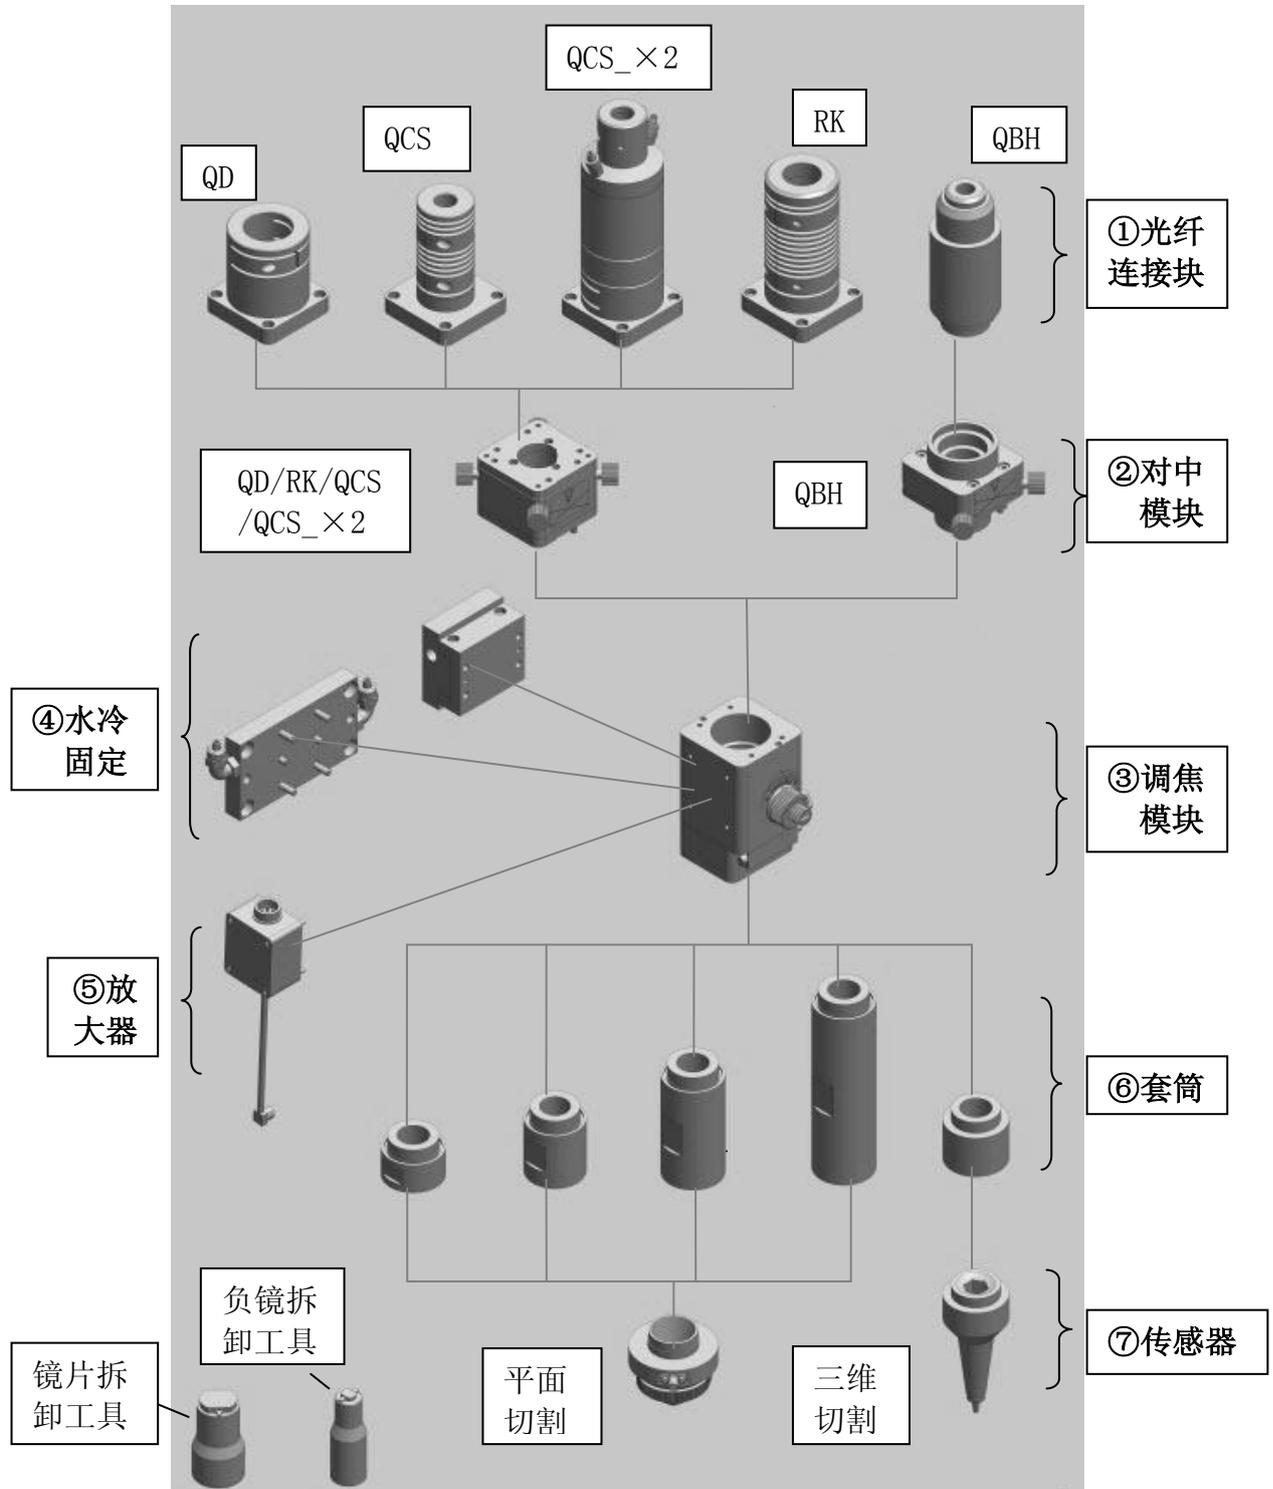

图 2
2.1 概要结构说明中七大部件各有不同型号，未标注型号部分表示通用。详细展开如图 2。